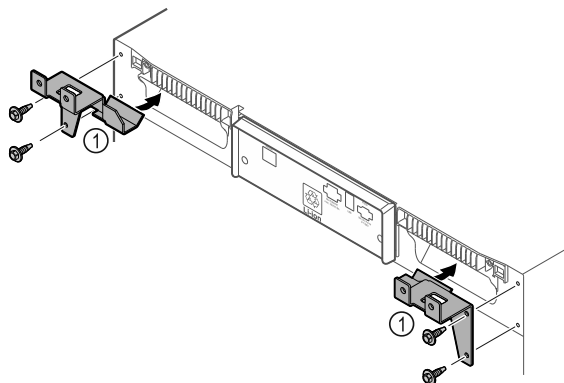

Fig. 8
- ▶ Montirajte pridržne dijelove Fig. 8 (1) s pomoću priloženih vijaka na uređaj.